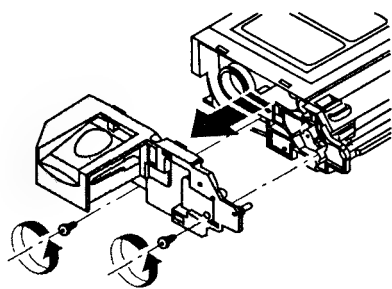

Рис. 7.6
3. Отвинтите два винта (рис. 7.6) и снимите боковую крышку картриджа. Будьте осторожны, чтобы не поломать две защелки на крышке.